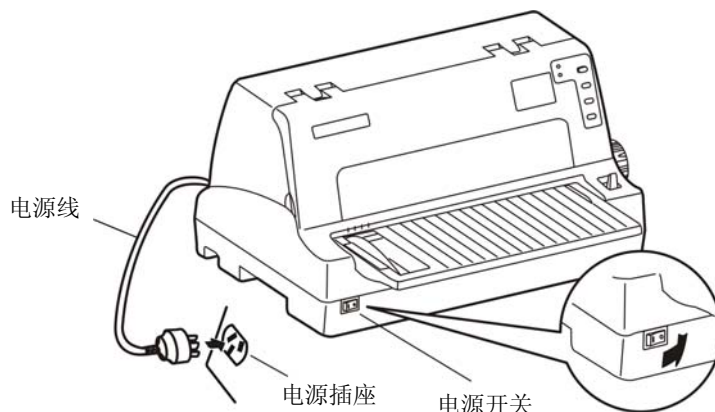

图 2-15 连接电源线
1. 如图 2-15 所示，确保打印机为关机状态（当开关按下一侧在“O”标注处时为关机状态）。